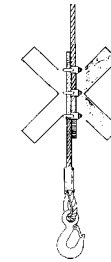

Abb. 8
- Seil nicht kneten oder mit Seilklemmen/Schrauben oder ähnlichem verkürzen/verlängern (s. Abb. 8). Seile dürfen nicht instandgesetzt werden. Seil nicht über Kanten ziehen.